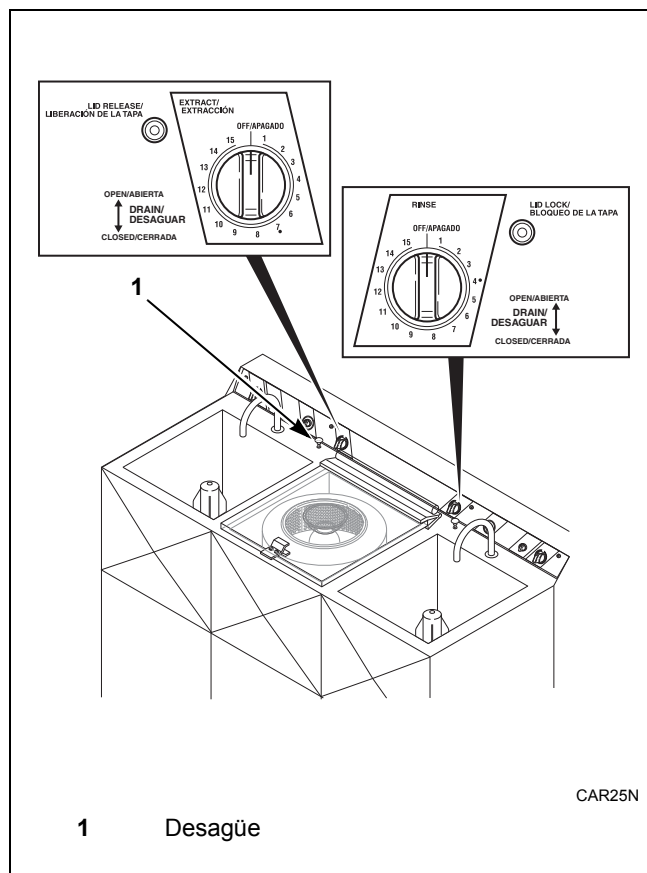

Figura 15
10. Ajuste el temporizador de extracción y el de enjuague en los tiempos deseados para cada ciclo. Consulte la *Figura 15*. Consulte *Tabla 8* para ver los tiempos recomendados de aclarado y extracción.
11. Cuando el ciclo se haya completado, espere a que la cesta se detenga, luego, presione el botón LID RELEASE para abrir la tapa. Consulte la *Figura 15*.